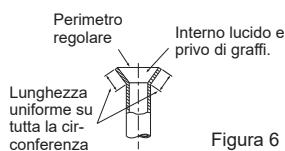

Figura 6
- Confrontare la svasatura con la Figura 6.